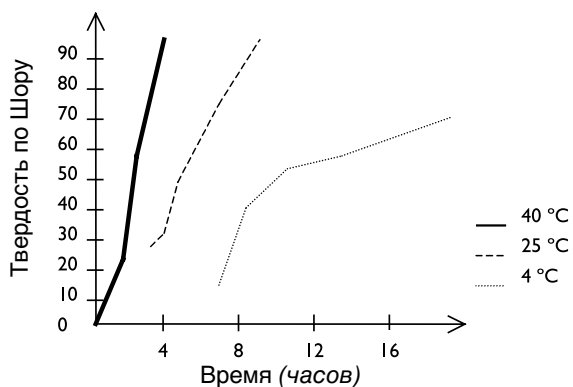

Рис. 7
Вытянуть жилы кабеля из уплотнительного вещества. Уплотнительный материал ввести в пространство между жилами кабеля так, как указано на рисунке (см. примечания на следующей странице и рисунок 7).
Оставить уплотнительный материал для затвердевания в течение 4 часов (см. рисунок 7 – время затвердевания). Сначала следует ослабить накидную гайку (1) относительно центральной гайки (2), а затем отделить центральную гайку (2) от устья (5). Резиновую втулку (4) можно убрать для контроля, чтобы убедиться в достаточном уплотнении. Последующий уплотнительный материал можно прибавлять по необходимости.